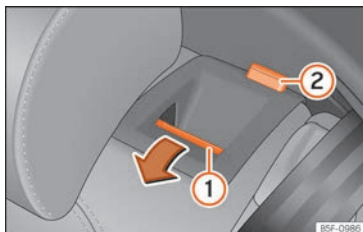

Abb. 113 Rücksitz: Rückenlehne vorklappen.
- Entriegelungstaste » Abb. 113 ① nach vorn ziehen und gleichzeitig die Rückenlehne umklappen. Die Rücksitzlehne ist entriegelt, wenn die rote Markierung des Tasters ② sichtbar ist.